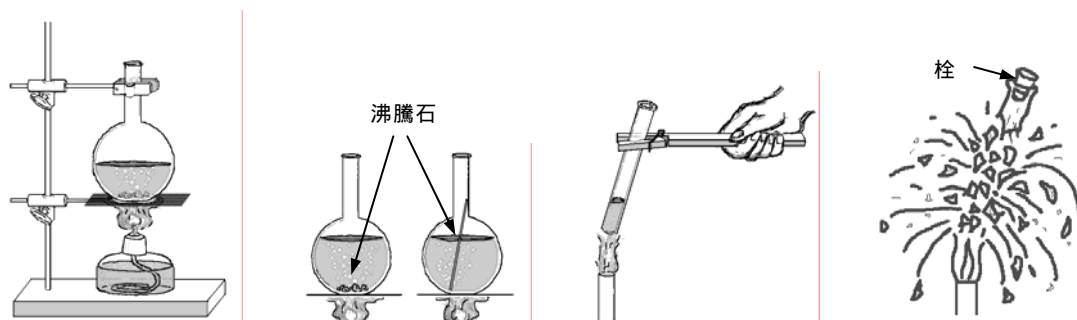

図 25 加熱時の操作 1
- (イ) 背の高い(重心の高い)容器を加熱するときは、必ず鉄製スタンドに固定する。(図 25 )
- (ウ) 容器に入れる液体の量は、3～4分目程度とし、多くても6分目を限度とする。沸騰させるときは、突沸を防ぐために、事前に必ず沸騰石を入れておく。(図 25 )
- (エ) 小さな容器はすぐに熱くなる。試験管を加熱する際は、必ず試験管ばさみを使う。(図 25 )
- (オ) 容器を加熱するときは、容器中の気体が膨張して容器が破裂することがあるため、絶対に栓をしない。(図 25 )